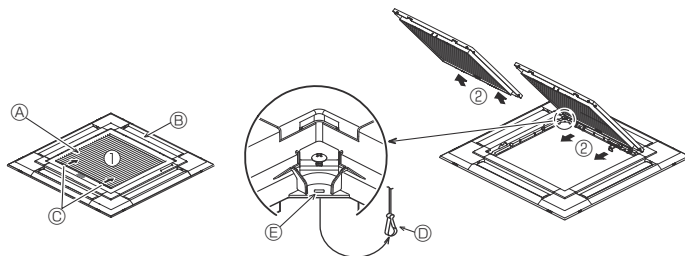
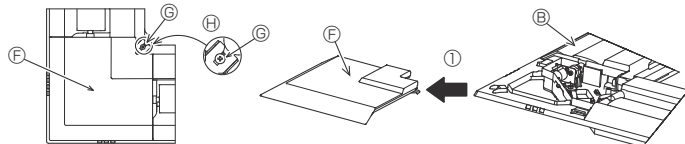

Fig. 9-3
Fig. 9-4
9.2.1. Remoção da grelha de admissão (Fig. 9-3)
- Deslize as alavancas na direcção indicada pela seta ① para abrir a grelha de admissão.
- Com a grelha de admissão na posição "aberta", retire a dobradiça da grelha de admissão da grelha tal como indicado pela seta ②.
9.2.2. Remoção do painel de canto (Fig. 9-4)
- Desaperte os 4 parafusos do canto. Faça deslizar o painel de canto na direcção da seta ① da figura e retire o painel de canto.
[Fig. 9-3] [Fig. 9-4]